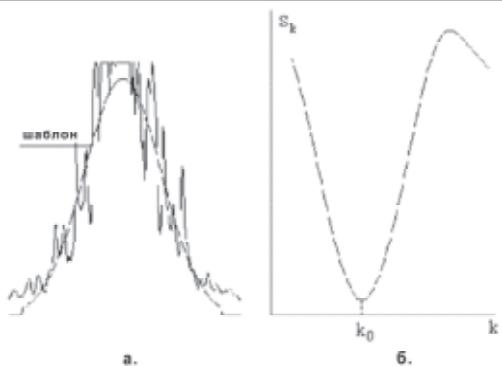

Рис. 4. Размещение замещающего шаблона на поле реального сигнала по критерию минимума квадрата разности (норма 2) – а: функция квадрата разности – б.
Некоторое значение  $K_\theta$ , минимизирующее функцию  $S_k$  в (2), (3) и максимизирующее в (4) соответствует величине сдвига шаблона, при котором достигается максимальное сходство между шаблоном и реальным изображением зонда рис. 4...6. Параметр  $\beta$  определяется из выражения: